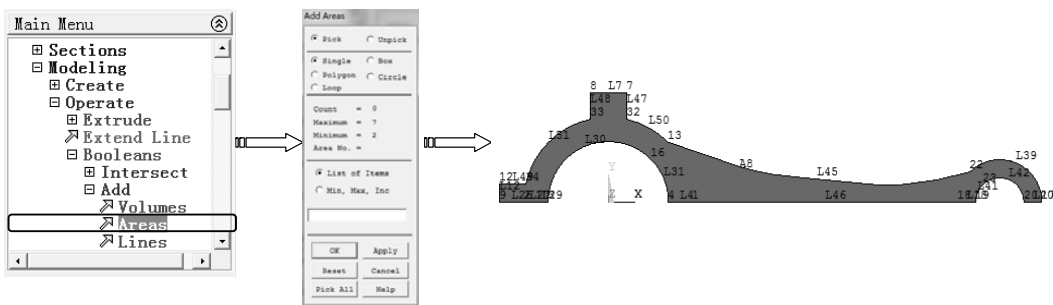

图 7-135 面加运算
17) 选择“Main Menu>Preprocessor>Modeling>Operate>Boolean>Add>Areas”命令，弹出“Add Areas”对话框，单击“Pick All”按钮选择所有面，单击“OK”按钮完成加运算，如图 7-135 所示。